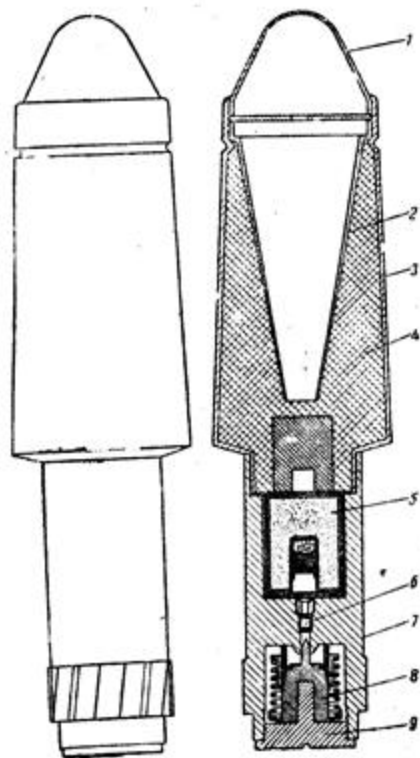

Рис. 20. Большая ружейная противотанковая граната кумулятивного действия:
- 2) противотанковые большие гранаты кумулятивного действия — gr. G. Pzgr (рис. 20);